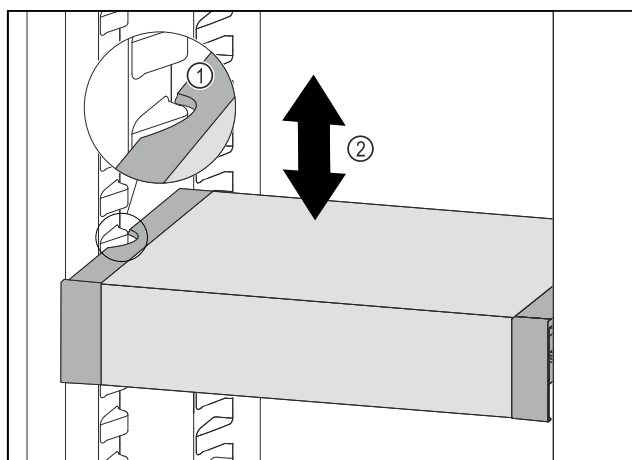

Fig. 159
- Tërhiqni VarioSafe për nga përpara, derisa foletë anësore të VarioSafe të jenë në lartësinë e brinjëve të kutisë në pjesën e ftohjes. Fig. 159 (1)
- Lëvizni VarioSafe për lart ose për poshtë në pjesën e ftohjes, derisa të arrihet lartësia që dëshironi. Fig. 159 (2)